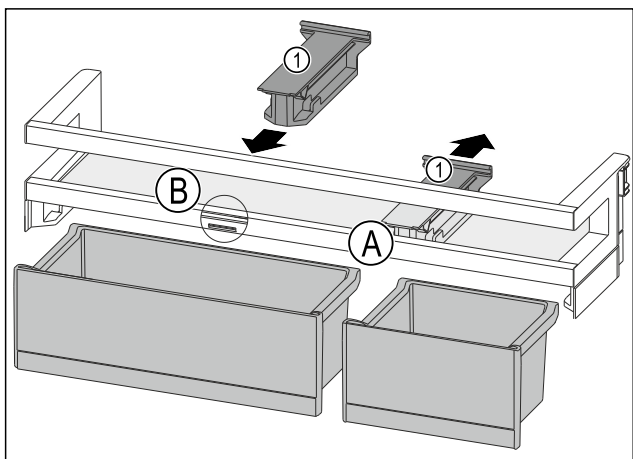

Fig. 186
- ▶ Držák Fig. 186 (1) v poloze Fig. 186 (A) stáhněte dozadu.
- ▶ Držák Fig. 186 (1) vložte v poloze Fig. 186 (B).